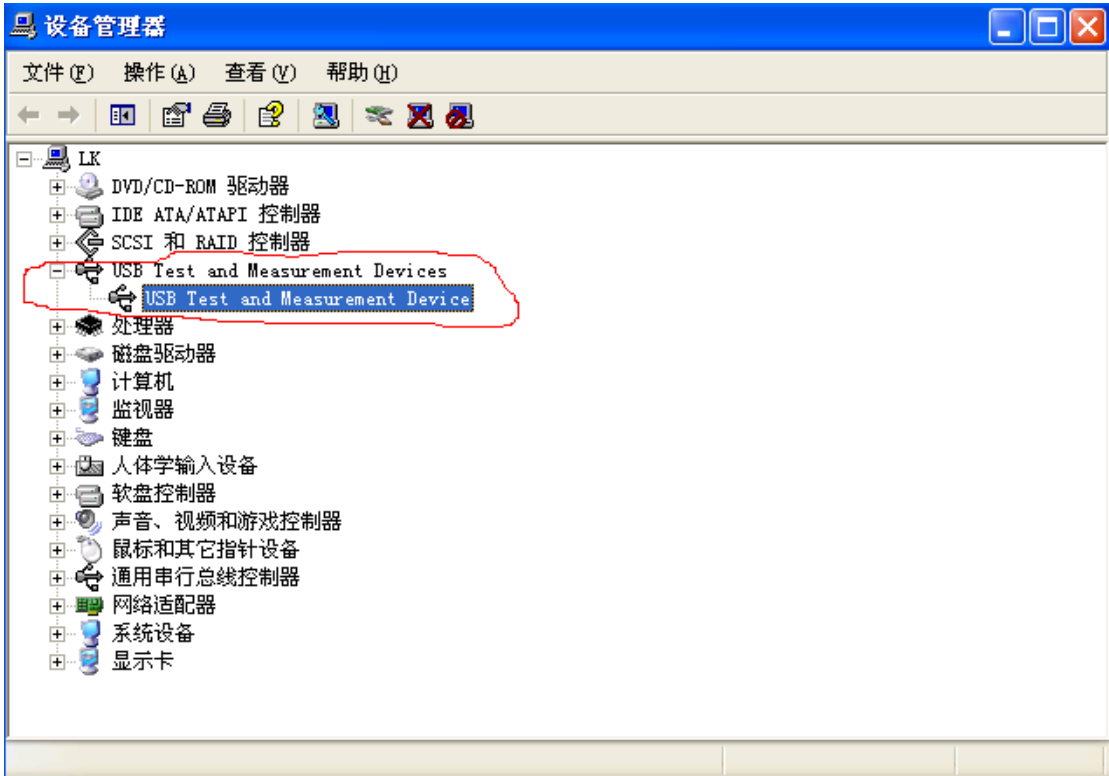

图 6-7 已安装 USBTMC 驱动资源管理器显示
**安装驱动:** USBTMC 的驱动安装过程与 USB CDC 类似, 请参照 4.1.2.3.1 节, 在此不再详细描述。驱动安装好之后, 在用户电脑的资源管理器中将看到“USB Test and Measurement Devices”字样, 如图 6-7 所示。